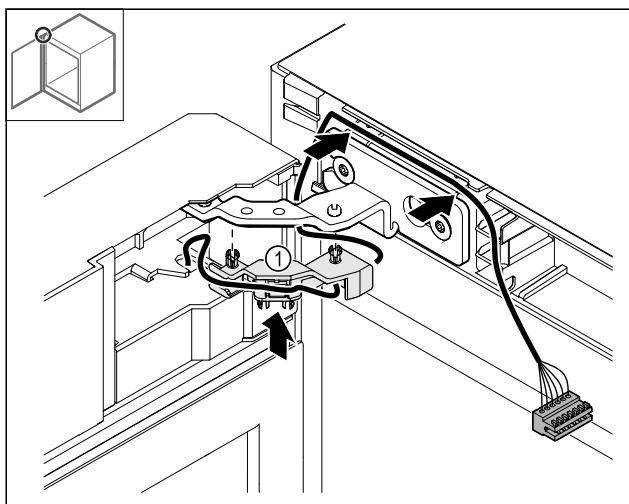

Fig. 49
- ▶ Zatlačte držák kabelu Fig. 49 (1) do závěsu.